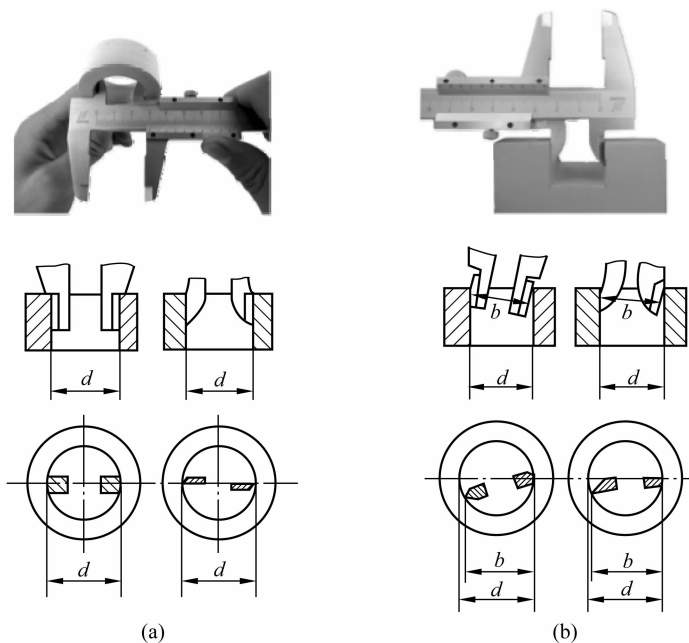

图 1-6 测量内轮廓尺寸的方法示意图
(5)测量内轮廓尺寸时,内量爪开度应略小于被测尺寸。测量时,两内量爪测量位置要正确,不得倾斜,如图 1-6 所示。